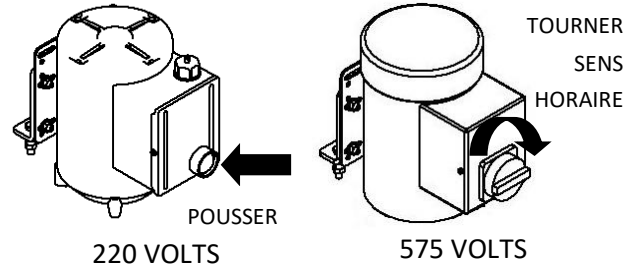

FIGURE 20 : ACTIVATION DE L'UNITÉ HYDRAULIQUE
7. ACTIONNER L'UNITÉ HYDRAULIQUE POUR SOULEVER LES PNEUS DU VÉHICULE À D'ENVIRON 1" PAR RAPPORT AU SOL. VOIR **FIGURE 20**.